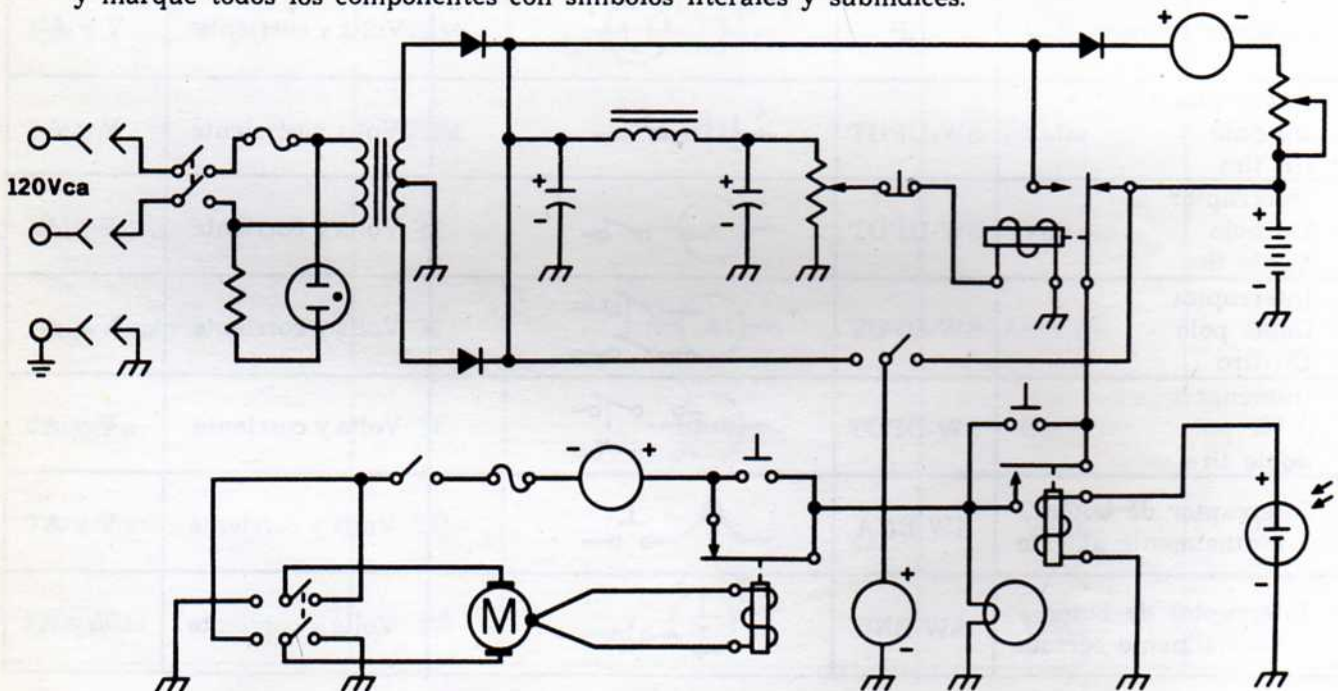

Fig. 3-1
2. Cuando se identifican los componentes en un diagrama esquemático, se usa el símbolo literal. Si en el circuito se encuentra más de una componente, se usan subíndices, por ejemplo: R_1 , R_2 y R_3 . Usando el esquema que se muestra abajo, en la Fig. 3-1, identifique y marque todos los componentes con símbolos literales y subíndices.